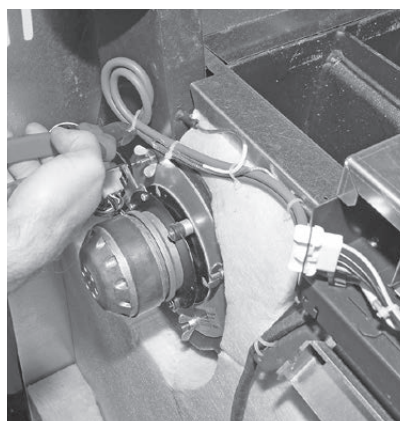

Fig. 25 Tagliare la fascetta per cavi
- ▶ Tagliare la fascetta per cavi sul cavo del ventilatore – Fig. 25.